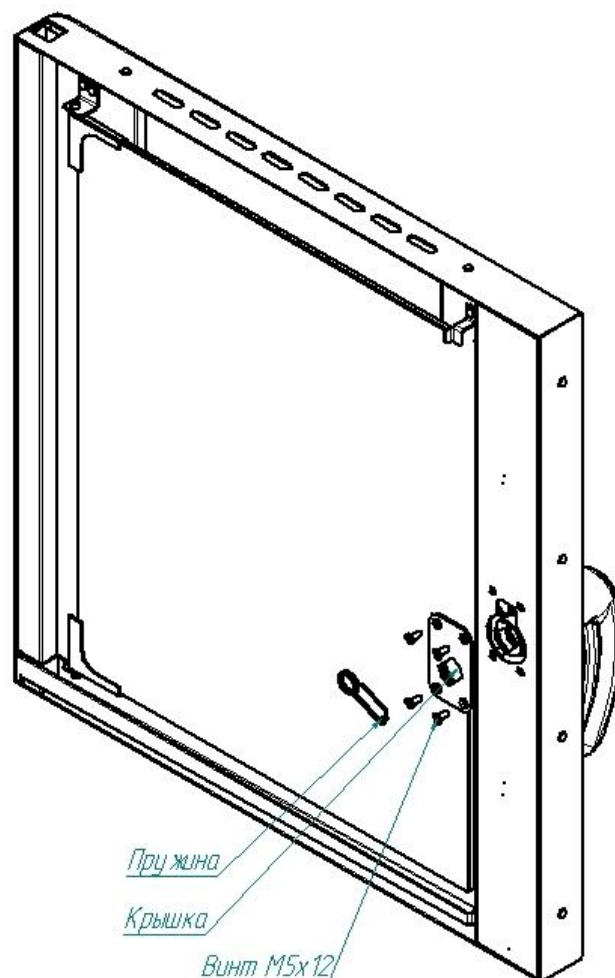

Рис. 10. Ремонт замкового устройства
- 1) открутить винты М5х12(см. рис. 10)